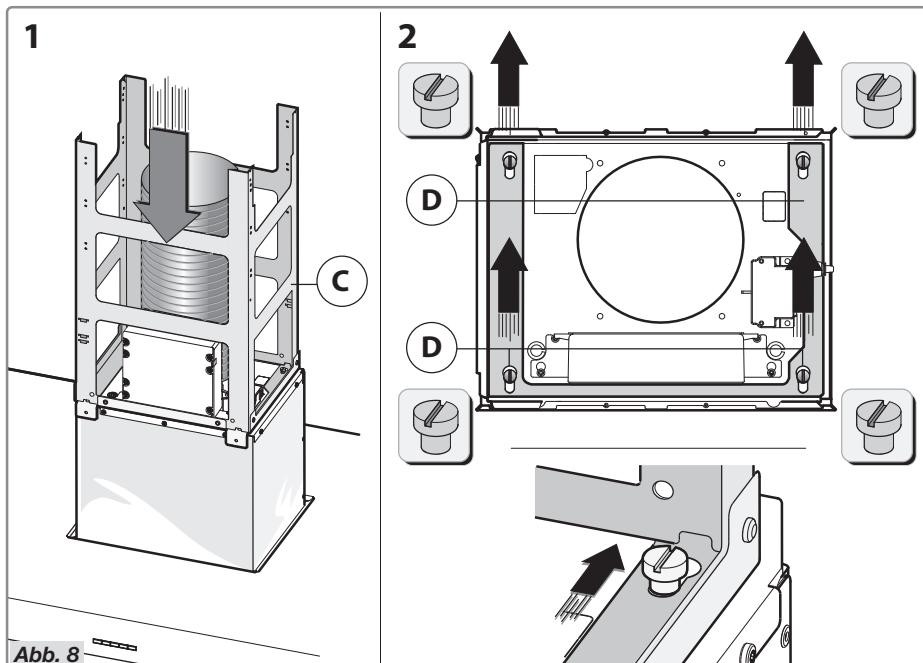

Abb. 8
- Nehmen Sie den unteren Teil des Rahmens **C** und montieren Sie diesen auf das Motorgehäuse (Abb. 8).